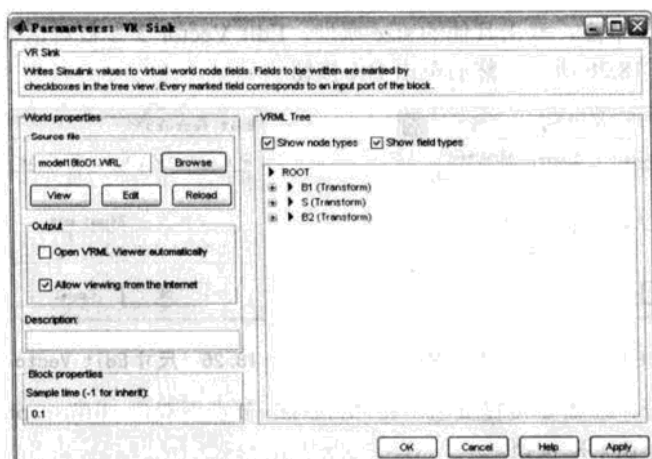

图 18.28 打开 model18to01.vrl 文件
(1) 在 Simulink 窗口中双击 VR Sink 模块, 在弹出的 VR Sink 模块参数对话框中, 单击 Browse 按钮, 在弹出文件打开窗口, 选择保存的 model18to01.wrl 文件, 单击 OK 按钮, 如图 18.28 所示, 在右边窗口会出现相应的节点内容。